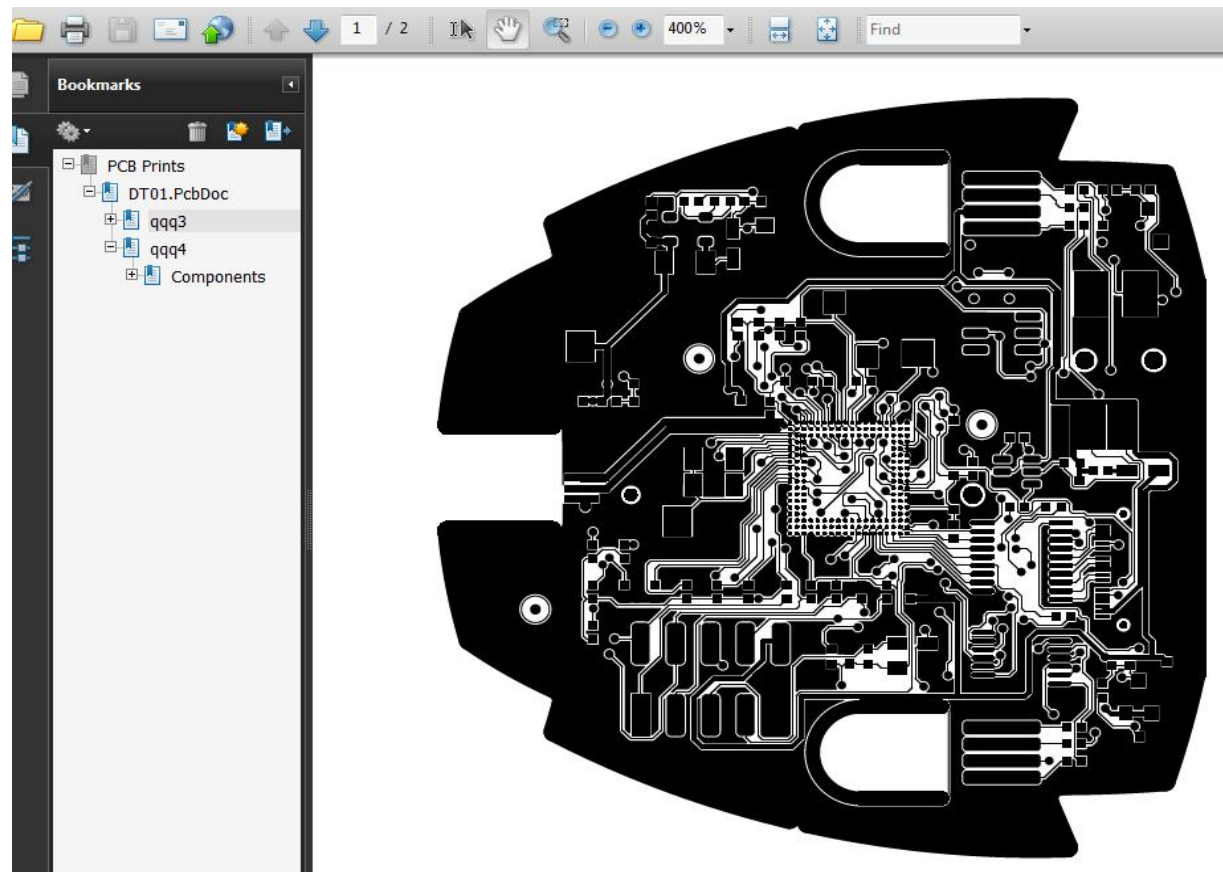

图5-19
(3) 设置输出颜色, 最后单击“完成”按钮, 完成多层线路的pdf文件输出, 其效果图如图5-19所示。